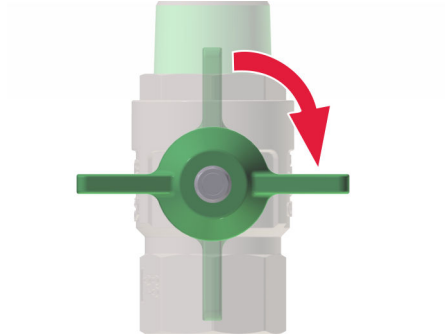

Abb. 24: Hauptabsperrentile schließen
- 1.** → Alle Hauptabsperrentile (Abb. 24) an der Frischwarmwasserstation schließen.